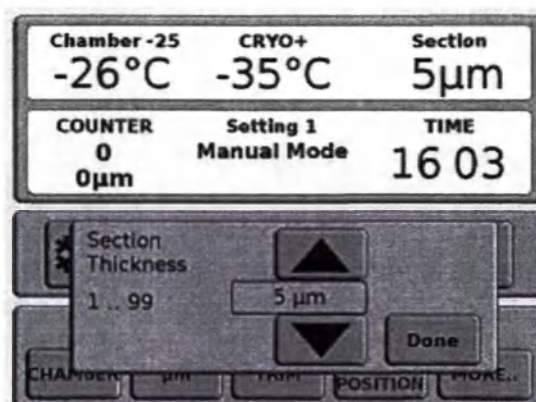

Рисунок 8.45
1. В главном меню нажмите кнопку [µm] (мкм). На экране появится всплывающий экран толщины среза (Рисунок 8.45).